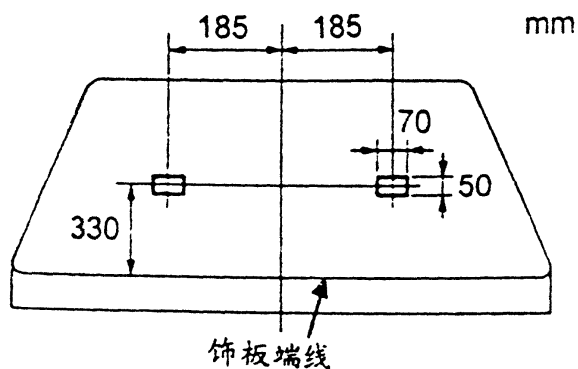

图 12-60 喷水器液喷点的检查
(5) 检查喷水器液的喷点。如图 12-60 所示，喷水器液喷点可由喷水器喷嘴内的小球移动来调整喷水角度。